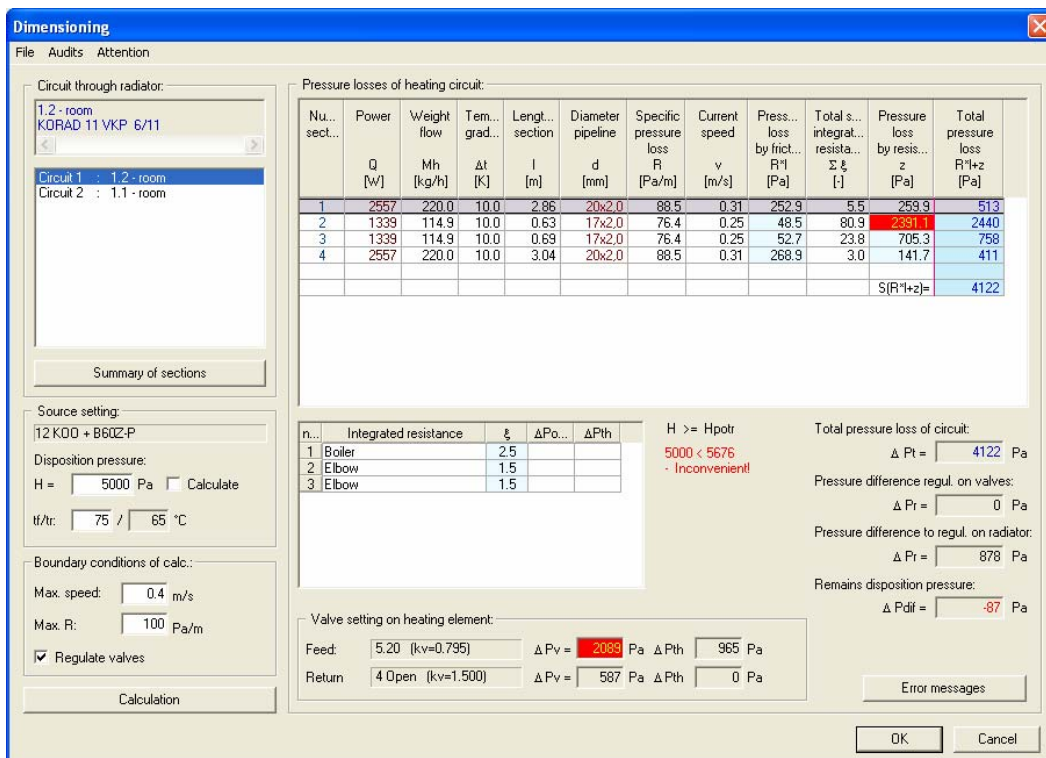

Рис. 3.2-41 Определение размеров трубопровода, теплопотери, настройка клапанов
3. После выбора сущности программа пересчитает все параметры (настроит определение размеров трубопровода, вычислит теплопотери и настройку клапанов) и появится диалоговое окно *Dimensioning/Определение размеров* (Рис. 3.2-41).